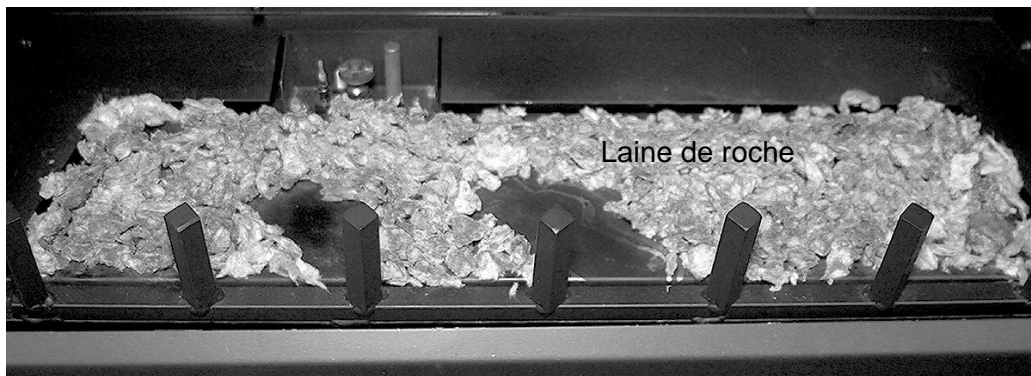

Figure 16 – Placement de la laine de roche
2. Briser la laine de roche en morceaux de la taille d'une pièce de dix sous. Répartir les morceaux uniformément sur la surface du brûleur et la grille. Ne pas dépasser une épaisseur de 1 po (2,5 cm). Voir Figure 16.